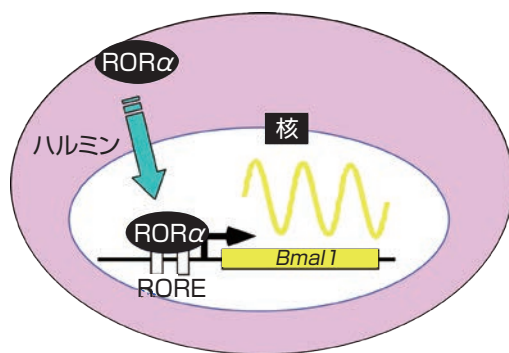

図2 ハルミンは *RORα* の核内移行を増加させることにより概日周期延長を引き起こす
さらに、①ハルミン濃度を変化させて概日リズムを観察していくことによりハルミンの概日周期延長作用に濃度依存性が存在すること、②ハルミンに細胞内の転写調節因子 *RORα* を核内に移行させる機能があることを見出したことから、ハルミンが細胞質中の *RORα* を核内に移行させることで、*Bmal1* 遺伝子プロモーター領域に存在している *RORE* 配列に結合する機会を増大させ、*Bmal1* 遺伝子発現誘導を促進した結果、概日リズムの延長を起こすメカニズムが示唆されました（図2）。